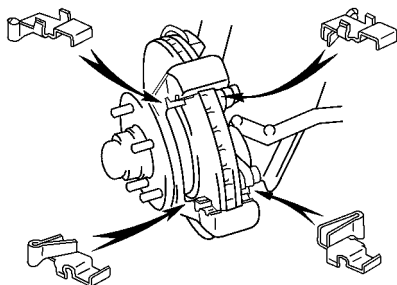

图 15-69 安装衬垫支承板
(5) 安装衬垫支承板。将 4 个衬垫支承板装到扭力板上，如图 15-69 所示。
(6) 装上新的衬垫。